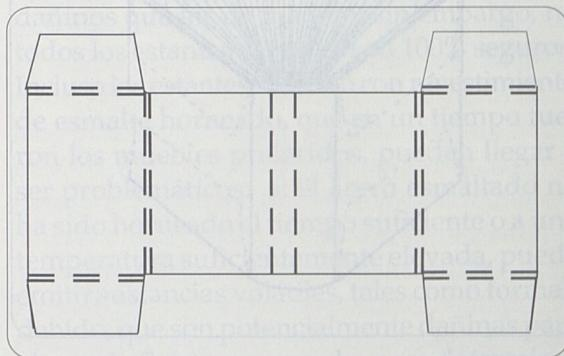

Ilustración 9
8. Corte como se muestra en la Ilustración 9. Las líneas continuas representan cortes.